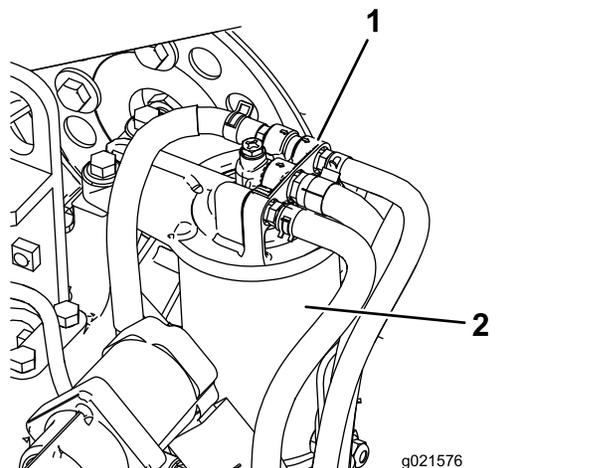

Рисунок 86
1. Очистите поверхность вокруг головки топливного фильтра (Рисунок 86).
2. Снимите фильтр и очистите монтажную поверхность головки фильтра (Рисунок 86).